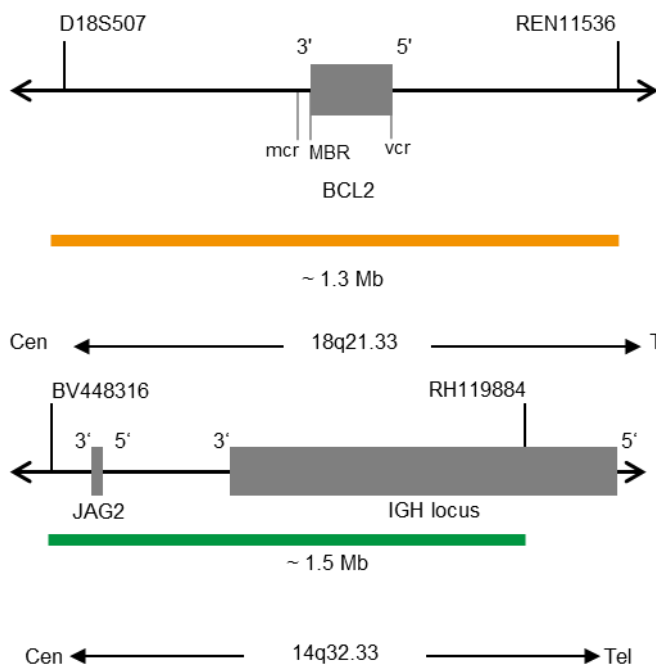

Fig. 1 : En haut : carte des sondes SPEC BCL2, en bas : Carte des sondes SPEC IGH (pas à l'échelle)
- Polynucléotides marqués au ZyOrange (excitation 547 nm/émission 572 nm) (~6 ng/μl), qui ciblent une séquence de 18q21.33* (chr18:60,180,078-61,507,691) hébergeant la région du gène BCL2 (voir figure 1).
- Polynucléotides marqués au ZyGreen (excitation 503 nm/émission 528 nm) (~12 ng/μl), qui ciblent des séquences cartographiées en 14q32.33* (chr14:105,462,169-106,995,000) abritant le locus IGH (voir figure 1).